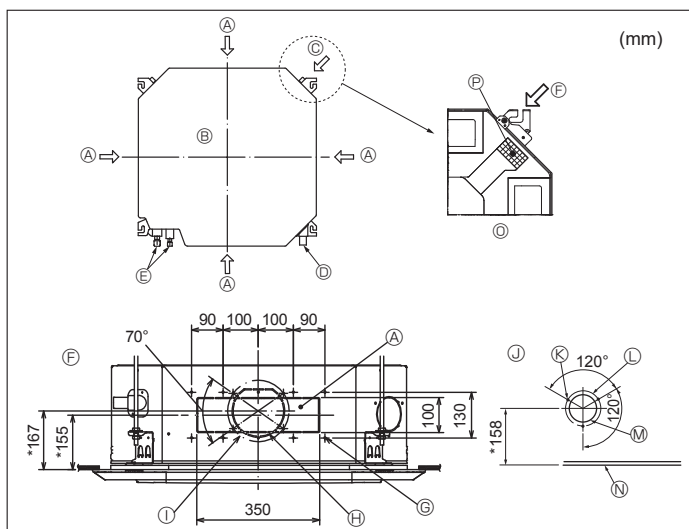

Fig. 3-4
3.4. Opleeningen voor pijpafkapping en luchtinlaat (Fig. 3-4)